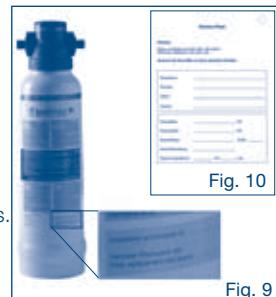

Fig. 10
2. Antes de instalar o elemento filtrante, escreva a data da instalação e a data de substituição (o mais tardar após 12 meses) na placa de identificação do filtro (ver fig. 9) ou preencha na íntegra a caderneta da assistência técnica (ver fig. 10) fornecida opcionalmente e fixe-a na cabeça do filtro com uma braçadeira para cabos.